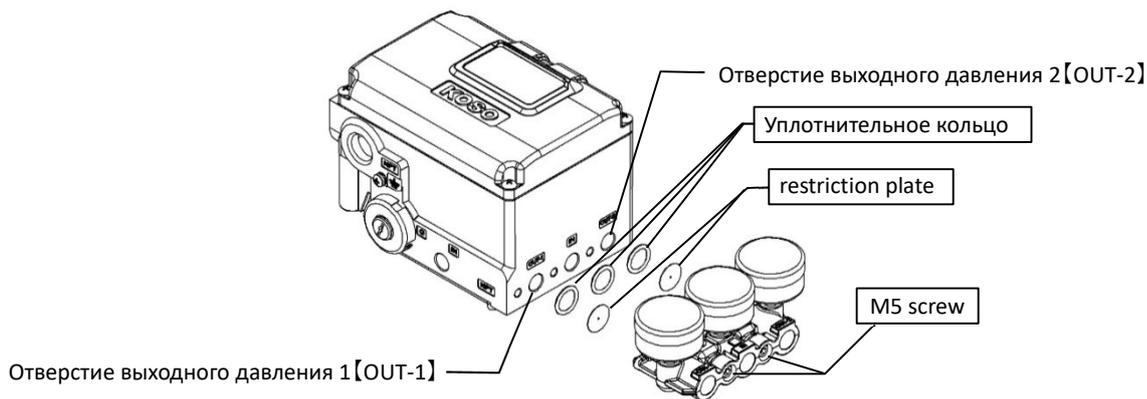

Рисунок 2.7.2 Отверстие выходного давленияпорт
3. Сначала вставьте ограничительную пластину в выходное отверстие давления воздуха (см. Рисунок 2.7.2), затем установите уплотнительное кольцо.